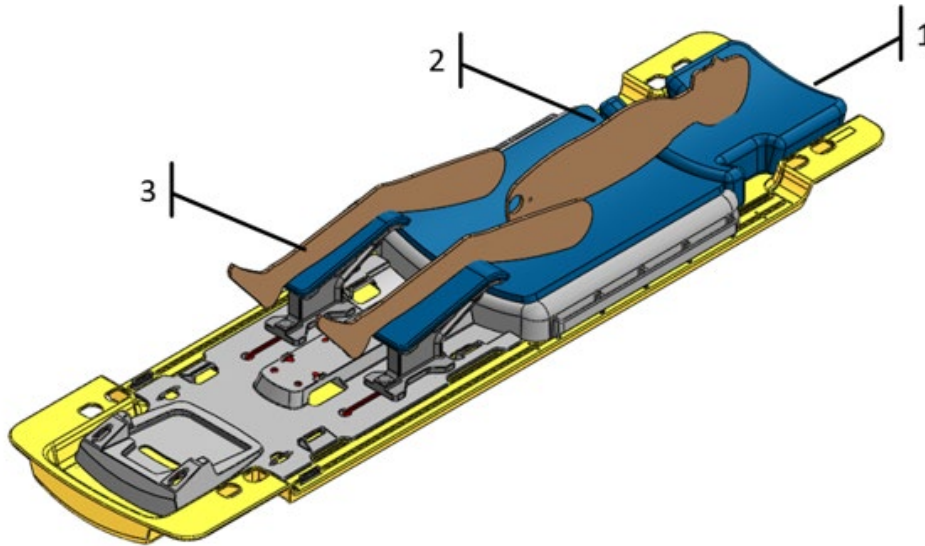

Figure 25 : Positionnement du patient
- b. Régler la position des supports de jambes le long des fentes de la plaque de base pour maintenir les jambes du patient en position de traitement (*Figure 25*).